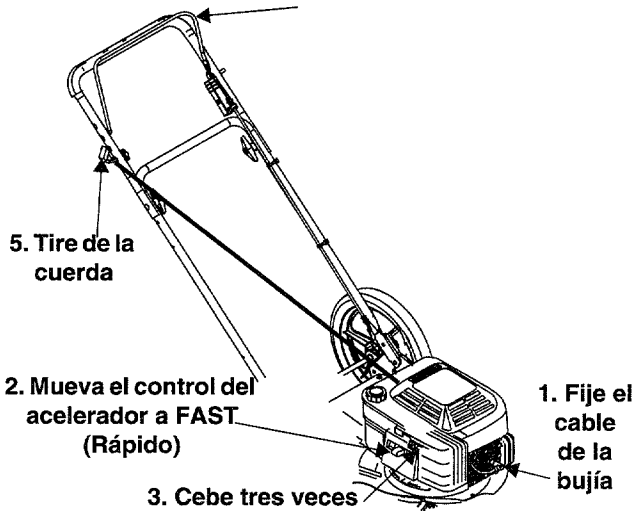

Figura 8
- Ceebe tres veces. Vea la Figura 8. Espere dos segundos aproximadamente entre cada cebado. Ceebe cinco veces en tiempo frío alrededor de 55° o menor. Después de un apagado breve **no ceebe para volver a arrancar un motor**.
- Sujete el mango del arrancador y tire lentamente de la sogá hasta que el motor llegue al comienzo del ciclo de compresión (la sogá ofrecerá un poco de más resistencia en este punto). Vea la Figura 8. Permita que la sogá se enrolle lentamente.